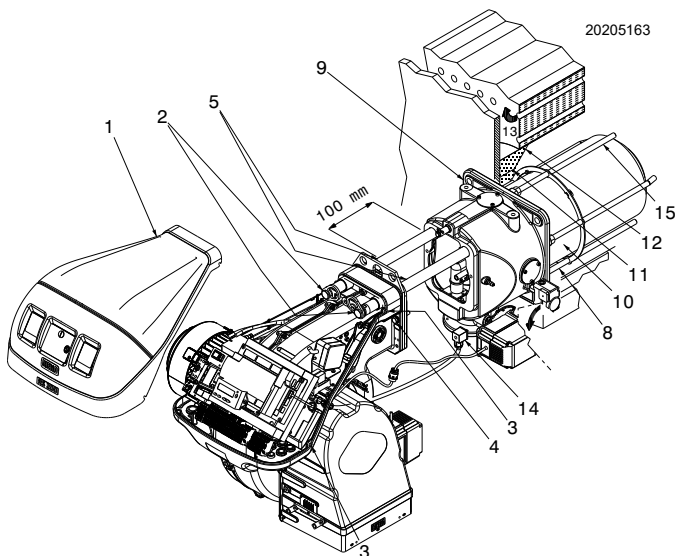

Abb. 17
Bei Kesseln mit vorderem Rauchumlauf 13)(Abb. 17) eine Schutzabdeckung aus hitzebeständigem Material 11) zwischen der Schamotte des Kessels 12) und dem Flammrohr 11) schaffen.
Um den Flammkopf gemäß Abb. 17 vom Rest des Brenners zu trennen, wie folgt vorgehen:
Achten Sie bei der Befestigung des Brenners am Kessel besonders auf die äußeren Gasleitungen 15) (Abb. 17), um Beschädigungen zu vermeiden.
- den Brenner wieder auf den Führungen 3) in einem Abstand von ca. 100 mm zur Muffe 4) montieren. Der Brenner befindet sich in der in Abb. 17 auf Seite 22 dargestellten Position;